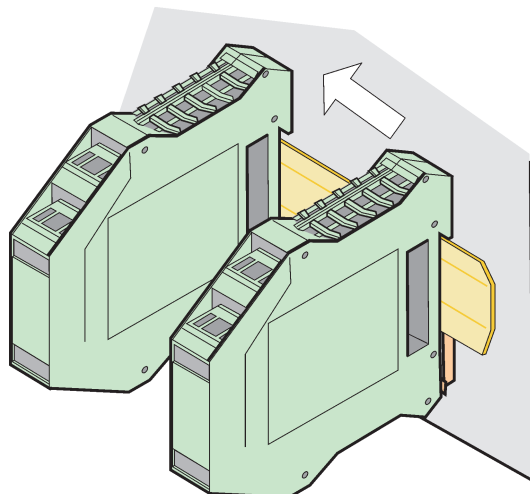

Рисунок 74 Подсоединение нескольких модулей расширения
4. Для нескольких модулей установите модули рядом друг с другом на DIN рейке и сдвиньте модули друг к другу (Рисунок 74). Таким способом сеть и источники питания в модулях будут соединены вместе.